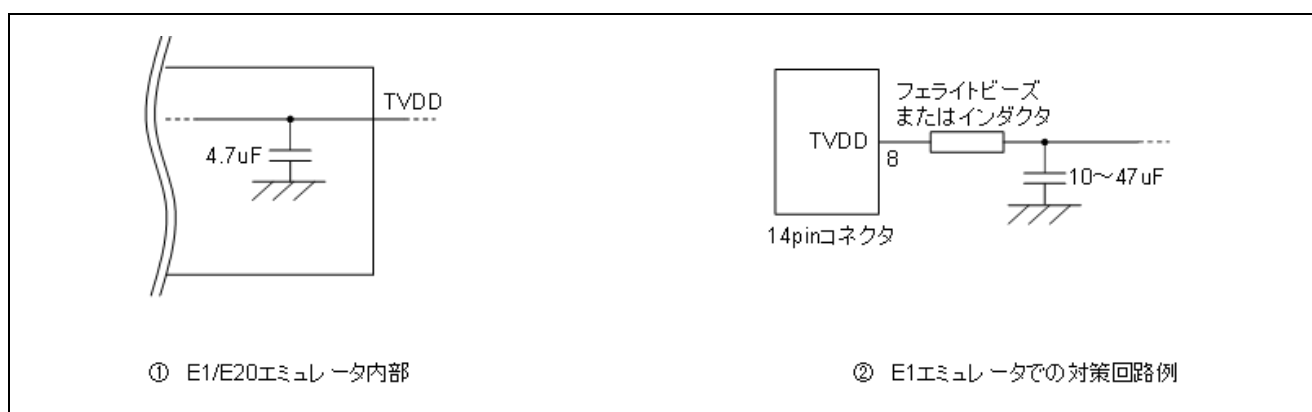

図 2-9 ホットプラグイン向け対策回路
ホットプラグイン接続を使用する可能性がある場合には、下記のような回路構成にしておく必要があります。図 2-9 ①のように E1 エミュレータの 8 番ピンには、エミュレータ内部で 4.7 μ F のコンデンサが付いているため、ホットプラグイン接続を行う場合はユーザシステム上の電源電圧が一瞬低下する場合があります。この電圧降下により MCU リセットが発生する可能性があります。図 2-9 ②に示すように、エミュレータ接続コネクタの TVDD ラインの直近にフェライトビーズ(またはインダクタ)と低 ESR で大きめなコンデンサを付けることで症状を軽減することができますが、本対策は、電圧降下を完全に改善するものではありません。なお、ホットプラグイン接続はデバッグ時のみ有効な機能であり、本機能を使用する場合は、別売のホットプラグインアダプタが必要です。